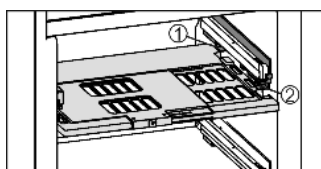

Fig. 11
- ▶ Introduire la plaque de régulation de l'humidité : insérer les travers du couvercle de la plaque par le bas dans le support arrière Fig. 11 (1) et encliqueter devant dans le support Fig. 11 (2).